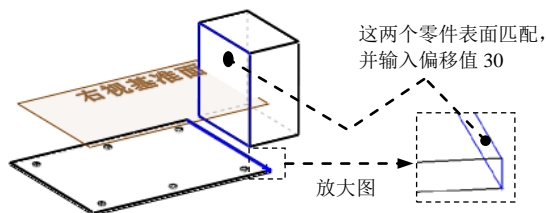

图 17.2.19 元件装配第三约束
(4) 创建“距离 3”配合。选取图 17.2.19 所示的两个面为要配合的实体，单击  按钮，并在其后的文本框中输入数值 30。单击 **配合对齐:** 选项中的“反向对齐”按钮 ，单击“距离 3”对话框中的  按钮。